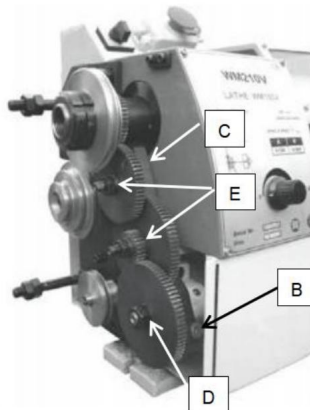

Fig. 19
3. Lossa låsskruven (B, Fig.19) på kvadranten.
4. Sväng kvadranten (C, Fig. 19) åt höger.
5. Skruva loss muttern (D, Fig. 29) från ledskruven eller muttrarna (E, Fig. 19) från kvadrantbultarna för att ta bort växlingsväxlarna från främre.